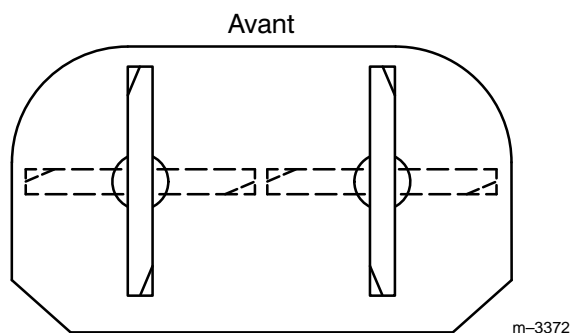
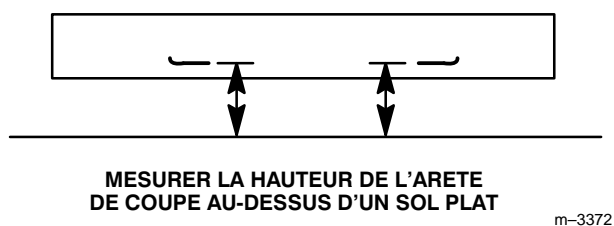

Figure 57
Figure 58
1. Faire tourner les lames pour les orienter dans la direction avant/arrière (Fig. 57). Pour chaque lame, mesurer la hauteur de l'arête de coupe au-dessus du sol plat (Fig. 58), et noter la valeur mesurée.